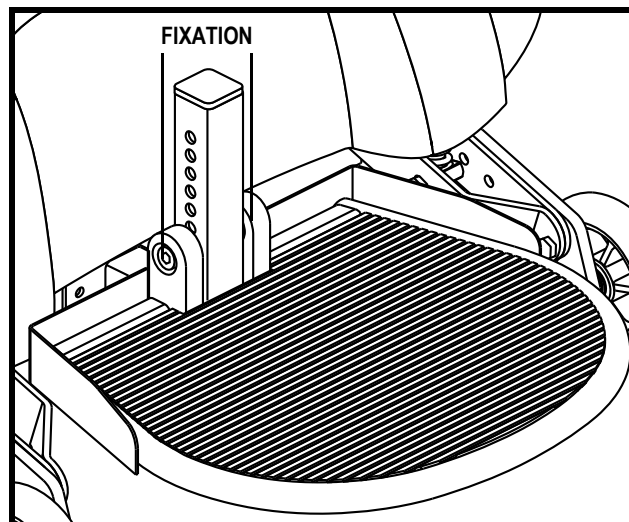

Figure 14. Hauteur de repose-pieds
1. Retirez la fixation du repose-pieds à l'aide d'une clé hexagonale. **Voir la figure 14.**